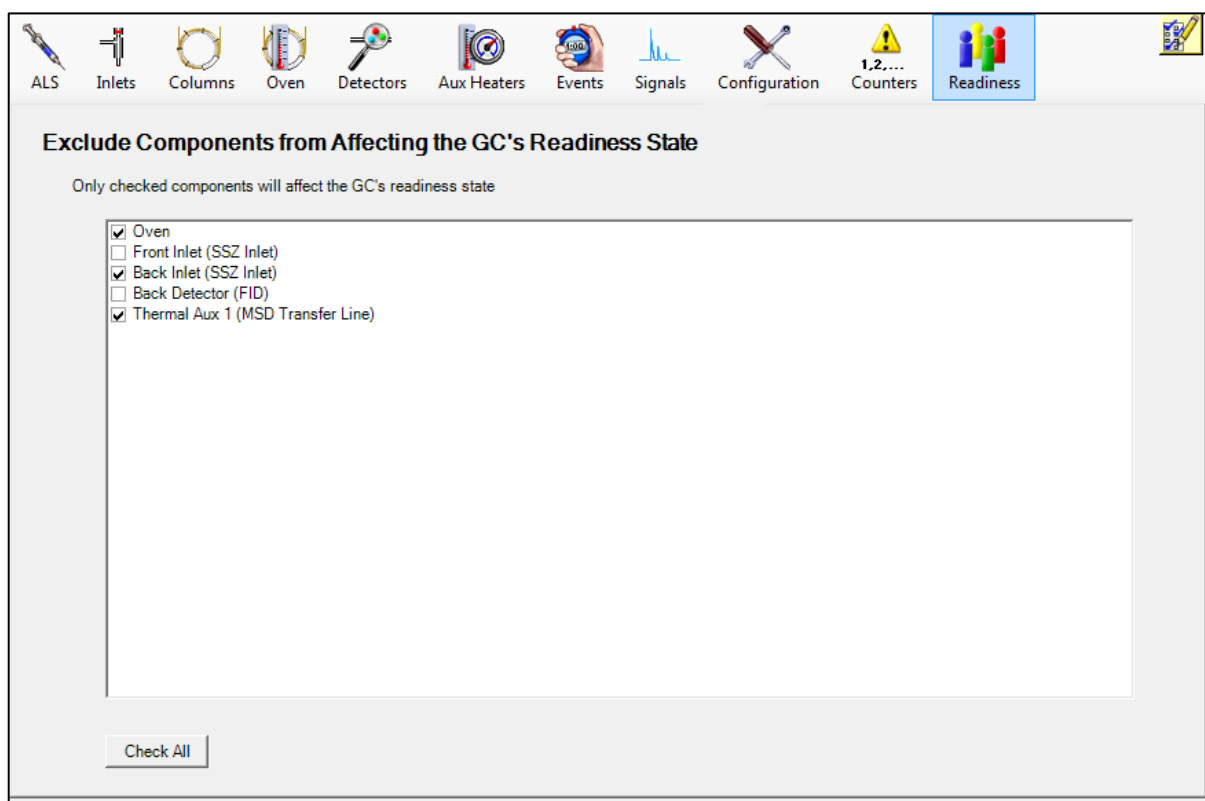

Figura 20. Ícone "Readiness" da janela "GC Edit Parameters", incluindo exemplo de preenchimento de informações.
4.1.57 Clique no ícone "Readiness" (Figura 20). Se o método pertence ao GC-MS, marque somente as caixas "Oven", "Back Inlet (SSZ Inlet)" e "Thermal Aux 1 (MSD Transfer Line)". Se o método pertence ao GC-FID, marque somente as caixas "Oven", "Front Inlet (SSZ Inlet)" e "Back Detector (FID)".